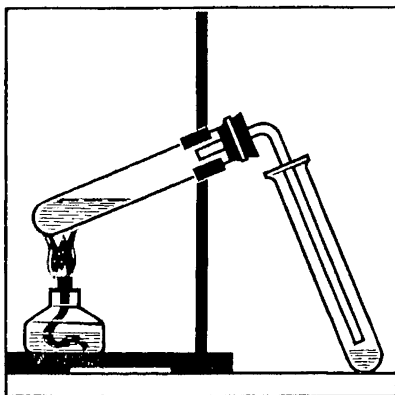

Рис. 65. Получение уксусной кислоты.
1. Поместите в пробирку 3—4 г ацетата натрия и прибавьте примерно 2—3 мл раствора серной кислоты (1:1). Пробирку закройте пробкой с газоотводной трубкой, свободный конец которой опустите в пустую пробирку (рис. 65). Нагревайте смесь веществ на пламени до тех пор, пока в пробирке-приемнике соберется 1—2 мл жидкости. Обратите внимание на запах уксусной кислоты.
4. Проверьте, окисляется ли муравьиная кислота аммиачным раствором оксида серебра (I). Составьте уравнение реакции.